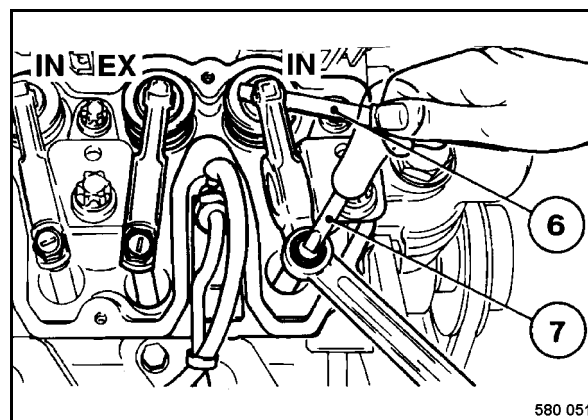

Fig. 129
- Soltar ligeramente la contratuercas. Ajustar el tornillo de regulación (Fig. 129) con un atornillador 7 de forma que la galga de espesores (6) se puede insertar y sacar con poca resistencia con la contratuercas apretada.